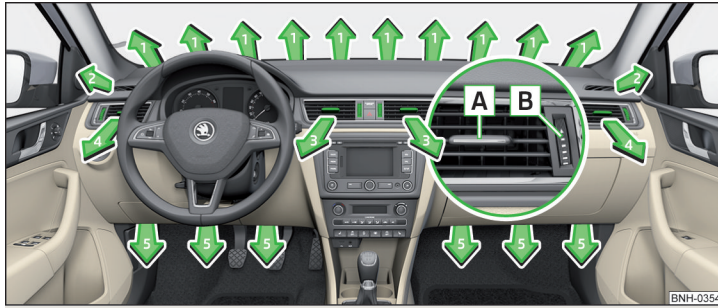

Abb. 83 Luftaustrittsdüsen
Bei den Luftaustrittsdüsen **3** und **4** » Abb. 83 kann die Luftstromrichtung geändert und die Düsen können auch einzeln geschlossen und geöffnet werden.
- Die waagerechten Lamellen mithilfe des verschiebbaren Verstellelements **A** » Abb. 83 nach oben oder unten drehen, um die Höhe der Luftströmung zu ändern.
- Den Regler **B** » Abb. 83 nach oben drehen.
- Den Regler **B** » Abb. 83 nach unten drehen.